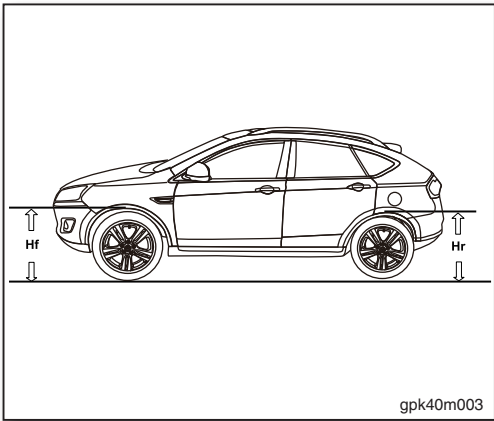

图4
- 车辆在空载状态下，检查轮弧顶端到地面的轮弧高度“Hf”与“Hr” (如图4)。